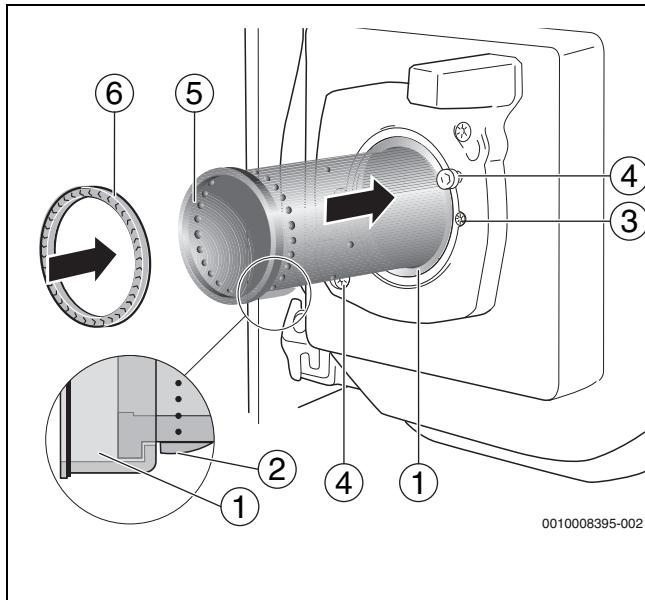

Bild 40 Brennerrohr austauschen
- Brennerrohr (→Bild 40, [5]) in das Stützrohr einsetzen. Dazu das Brennerrohr über die Nase (→Bild 40, [2]) hinweg bis gegen den Anschlag des Stützrohrs führen. Die Nase des Brennerrohrs muss dabei nach unten zeigen und einrasten (→Bild 40, [Lupe]).
- Neue Dichtung (→Bild 40, [6]) einsetzen.
- Vor dem Einbau des Brenners die Dichtung (→ Bild 40, [6]) zwischen Mischsystem und Brennerrohr prüfen.
- Dichtung (→ Bild 40, [6]) in das Brennerrohr einsetzen.
- Brenner auf die beiden Schrauben im Brennerflansch (→ Bild 40, Pfeile) aufsetzen.